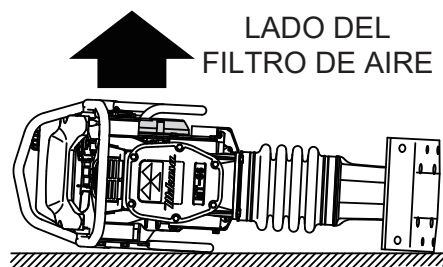

Figura 19. Transporte del apisonador
- Si debe poner la máquina sobre un costado para transportarla, drene el combustible del tanque de combustible y carburador. Cierre bien después la tapa del tanque de combustible y el tapón de llenado de aceite. A continuación, coloque la máquina de modo que el filtro de aire esté apuntando hacia arriba (Figura 19).